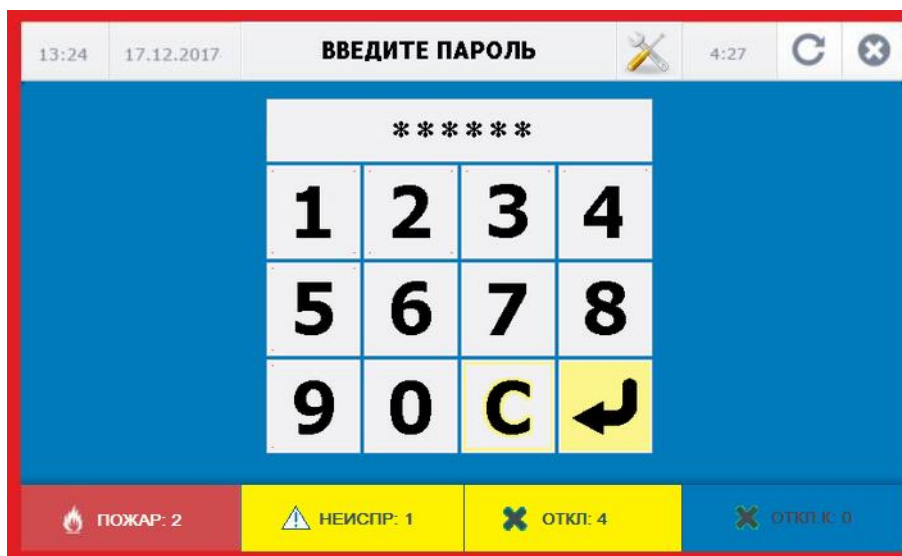

Рисунок 19. Меню ввода пароля.
- ✓ «СБРОС» - запускает процедуру ручного сброса состояния ППКИУ. При нажатии кнопки в рабочем окне появляется меню ввода пароля для осуществления процедуры сброса состояния ППКИУ (рисунок 19).